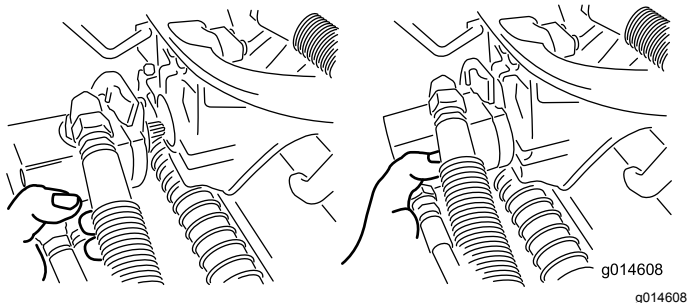

Figure 48
3. Amenez le moteur à la position de rangement sur l'avant du bras de suspension (Figure 48).